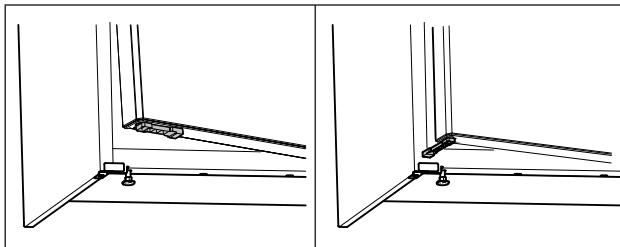

Fig. 56 *
- Поверните ограничитель открытия двери на 90°. (см. Fig. 56) *